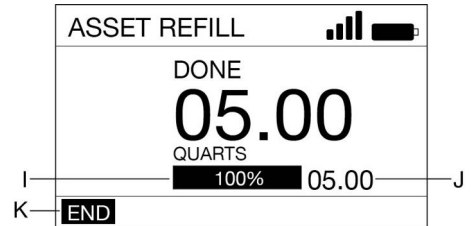

Fig. 31
- END (K) aparece resaltado en la pantalla. Pulse el botón INTRO para seleccionar (Fig. 31).